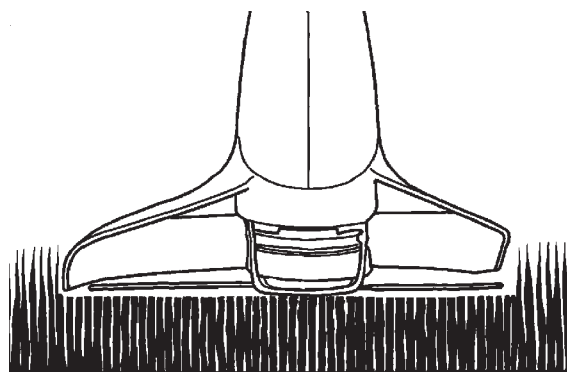

Fig. 12
1. **CORTADOR DE PASTO** (Fig. 12). Columpie la unidad de lado a lado. No incline el cabezal en este movimiento. Haga una prueba para definir la altura de corte. Mantenga el cabezal a una misma altura para un corte parejo.